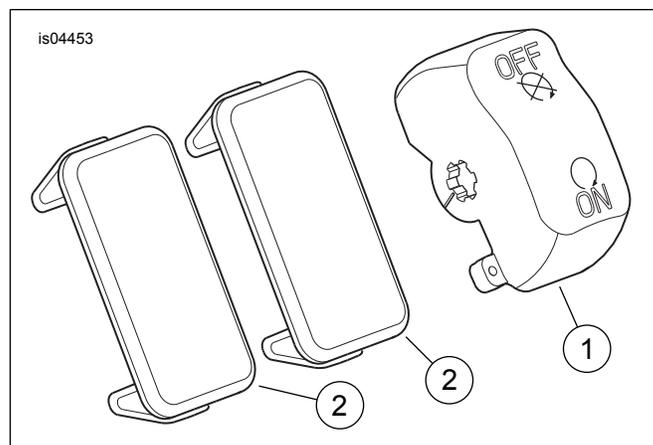

Figura 5. Peças de reposição: kit de tampa do interruptor LIGA/DESLIGA
Veja a Figura 5 e a Tabela 1.
4. Alavanque a tampa do interruptor para cima e para fora do pino de articulação (3) do lado inferior do interruptor e remova a tampa.
5. Veja a Figura 5. Selecione a tampa de reposição cromada do interruptor no kit.